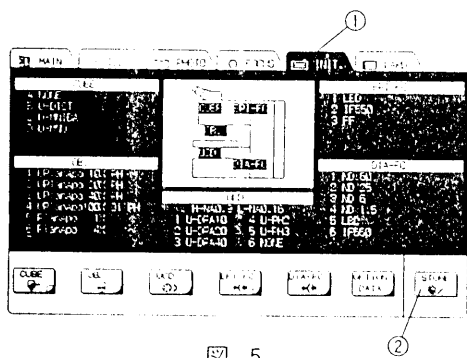

図 5
・モード切換スイッチのINIT. ①を押して、環境データ設定画面にします。(図5)
注意 STORE(記憶)スイッチ②は、INIT. データすべて設定終了後には必ず押してください。(図5)